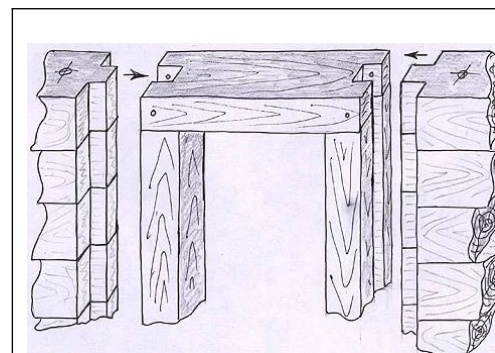

Рис. 4
- 7.5.3. Проем деревянного или щитового дома подготовить с П-образной обсадой (рис. 4).